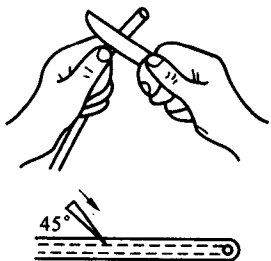
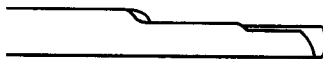

图 1-11 电工刀以 45° 角倾斜切入
图 1-12 电工刀以 25° 角倾斜推削后的示意图
(3) 使用方法
① 用电工刀剥离单芯护套线塑料绝缘层。根据所需的长度用电工刀以 45° 角斜切入塑料绝缘层,如图 1-11 所示。然后将刀面与芯线保持 25° 角左右,用力向线端推削(不可切入芯线),削去上面一层塑料绝缘,如图 1-12 所示,将下面塑料绝缘层向后扳翻,最后用电工刀齐根切去。